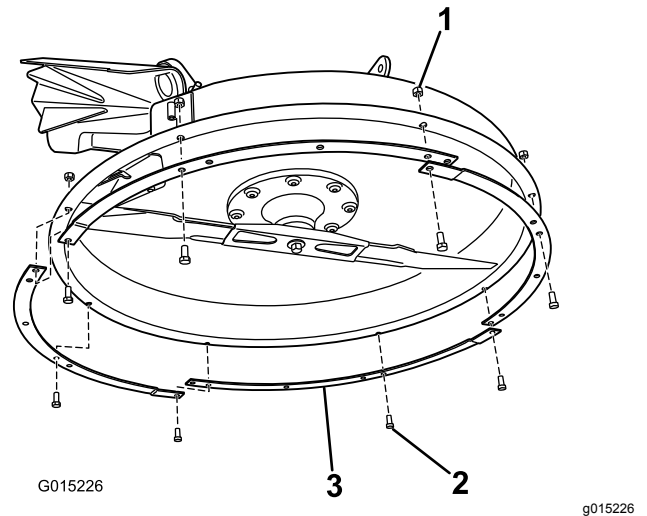

Figure 24
1. Montez les différentes sections de l'anneau sur le fond du plateau de coupe (Figure 24).